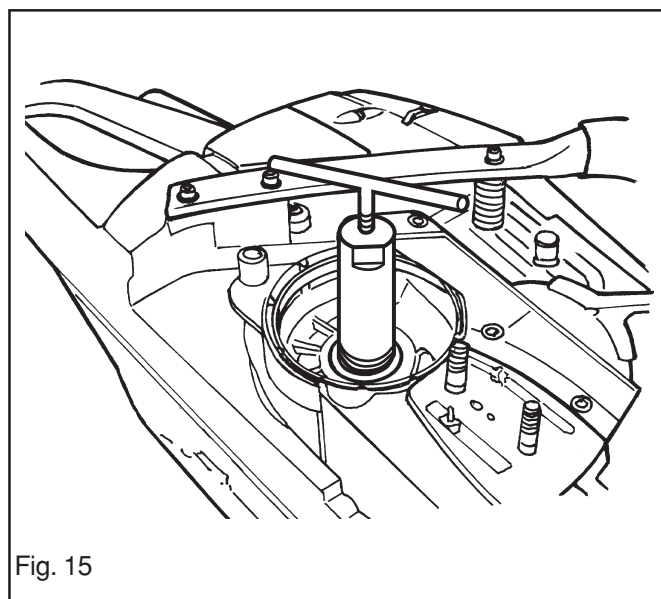

Fig. 15
2. Visser l'outil de démontage approprié dans la bague d'étanchéité et la retirer. En ce qui concerne l'outil de démontage, voir les pos 12 ou 13 pages 6 et 7. Voir également la fig. 15.